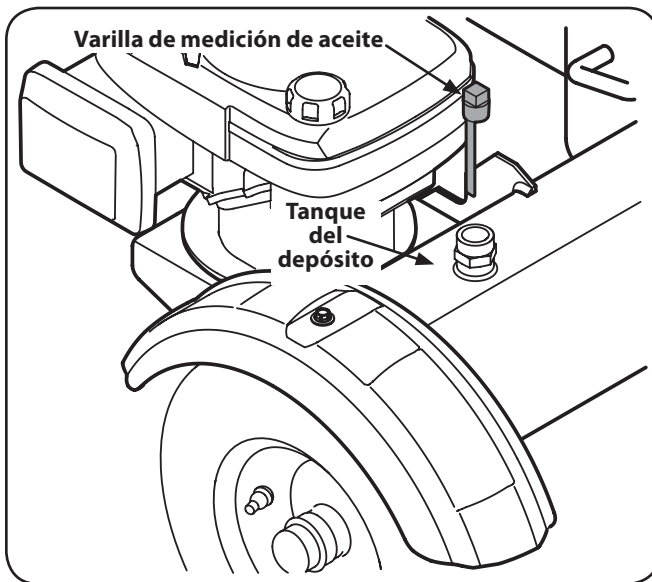

Figura 3-9
2. Retire la varilla del depósito venteadada que se encuentra delante del motor, sobre el tanque de depósito. Vea la Figura 3-9.
3. Controle el nivel de líquido con la varilla de nivel. Vea la Figura 3-9. No llene el depósito en exceso.